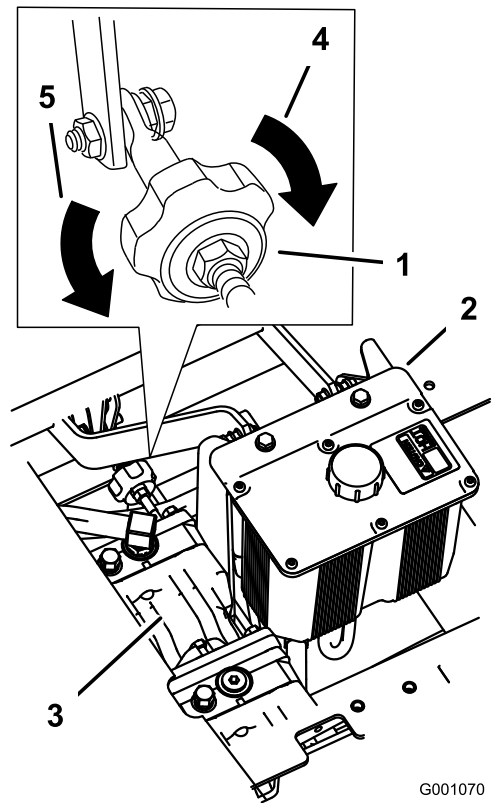

Figura 72
2. Ajuste la longitud de la varilla de la bomba girando el pomo, en el sentido apropiado, hasta que la rueda quede estacionaria o se mueva muy lentamente en marcha atrás (Figura 72).